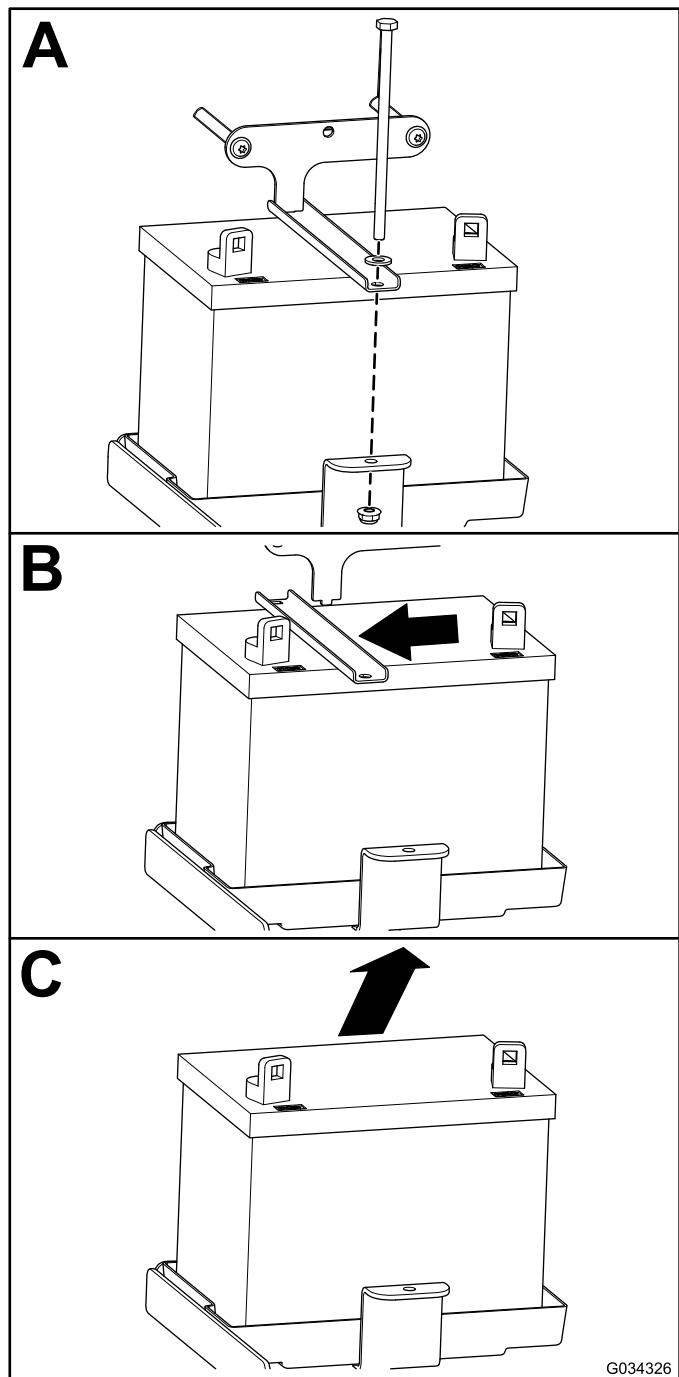

Figure 47
2. Déposez la batterie comme montré à la Figure 47.